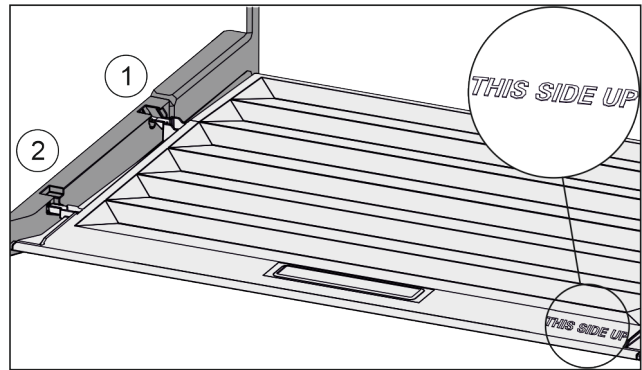

Fig. 115
- ▶ Вставить поперечные ребра крышки через отверстие заднего держателя Fig. 115 (1) и защелкнуть спереди в держателе Fig. 115 (2).